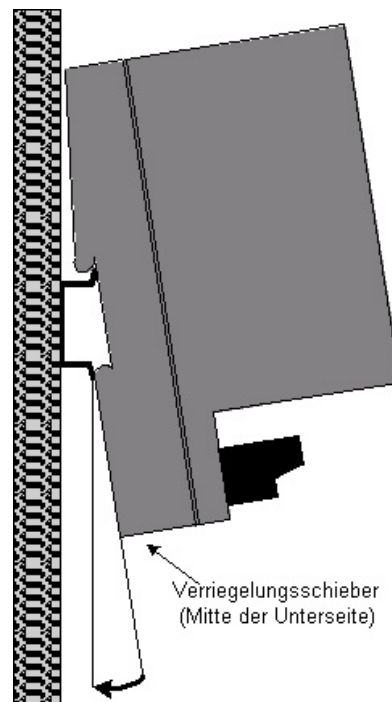

Abb. 14: Montage eines PRB auf Hutschiene
- Als Einbaulage ist die waagerechte Montage an einer senkrechten Wand, wie in der Abbildung 14 gezeigt, vorgeschrieben.